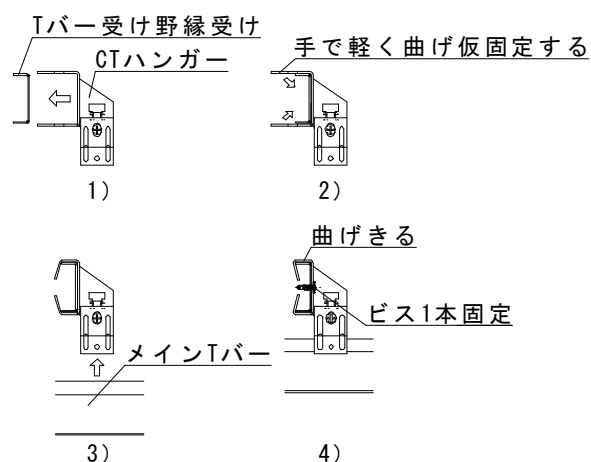

図2-7-2 メインTバーの取付け手順
③基準とするメインTバーの通りを調整し、CTハンガーをビス 1 本で野縁受けに固定し、仮留めしていたCTハンガーの折り曲げ部をさらに曲げる。(図 2-7-2 参照)